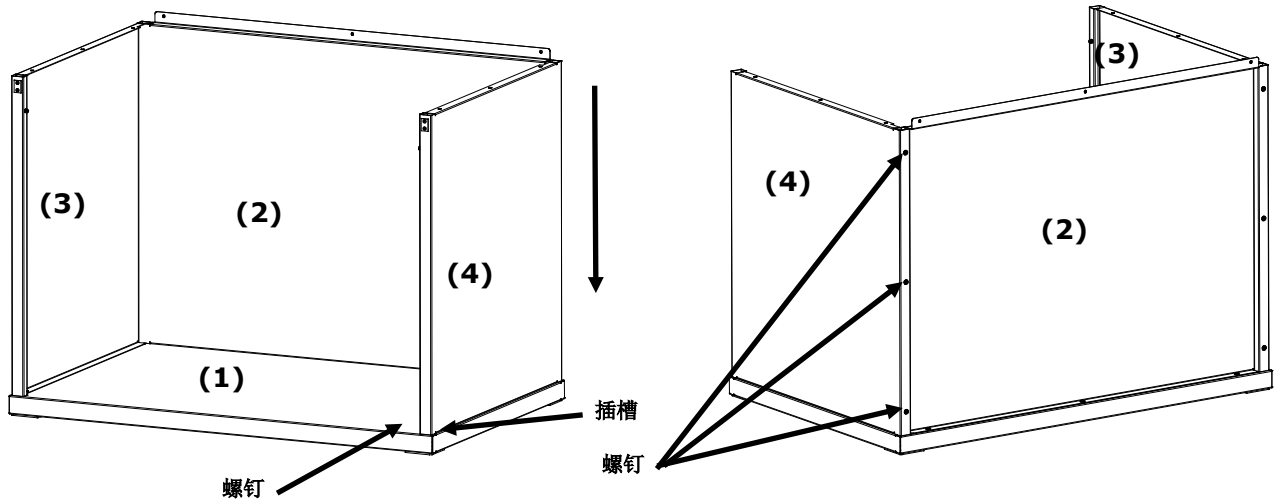

图 4. 将右板插入后背和底板
5. 将右板 (4) 光滑面朝外置于后板 (2) 的上方边缘处。
6. 将右板 (4) 沿着互锁槽向下滑动，直至右板 (4) 的前袂扣插入底板 (1)。按图 4 所示，用四颗螺钉将右板 (4) 固定至底板和后背。